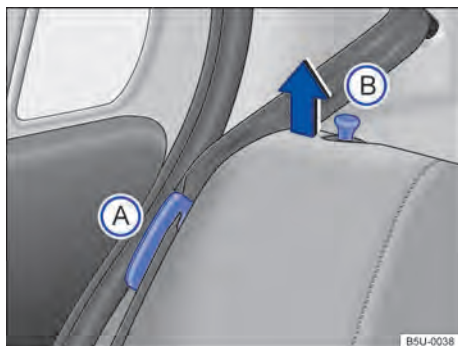
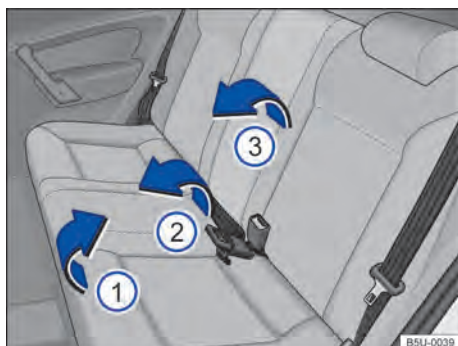

Fig. 57 Banco traseiro: posicionador do cinto de segurança (A) e pino de destravamento do encosto (B).
Fig. 58 Banco traseiro: rebater o banco traseiro.
As figuras → Fig. 57 e → Fig. 58 ilustram, como exemplo, o procedimento para rebater o banco traseiro.
- Encaixar os cadarços dos cintos nos respectivos alojamentos no revestimento lateral → Fig. 57 (A).
- Puxar o assento pela parte da frente → Fig. 58 (1) no sentido da seta, para cima.
- Levantar a parte traseira do assento → Fig. 58 (2) e deslocar totalmente para a frente, de maneira que o assento fique o mais próximo possível do assoalho e do encosto do banco dianteiro.
- Puxar os pinos de destravamento → Fig. 57 (B) e, ao mesmo tempo, rebater parcialmente o encosto do banco → Fig. 58 (3) e remover os apoios para cabeça → Página 69. Abaixar totalmente o encosto do banco traseiro.
- Encaixar os cadarços dos cintos de segurança nos respectivos posicionadores → Fig. 57 (A).
- Levantar os pinos → Fig. 57 (B) e, ao mesmo tempo, rebater parcialmente o encosto do banco traseiro → Fig. 58 (3).